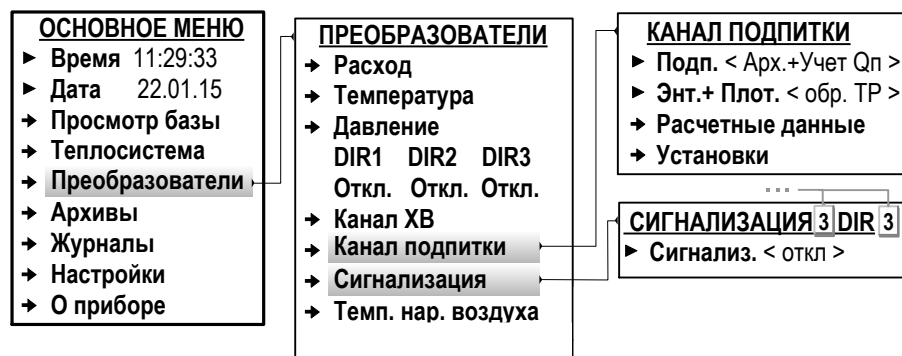

Рис.34. Вид меню «Канал подпитки» (режим СЕРВИС).
7.5.7.2. Программное подключение канала подпитки выполняется в меню **Преобразователи / Канал подпитки** (рис.34).